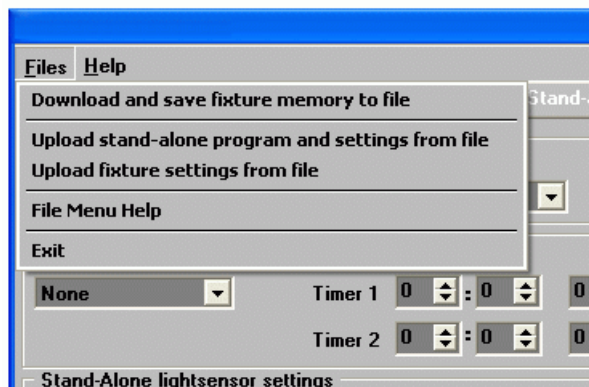

Figure 16: Gestion des programmes et sauvegarde sur le disque dur
2. De sauvegarder cette programmation sur le disque dur de votre PC avec les menus de MUM (voir Figure 16), puis de